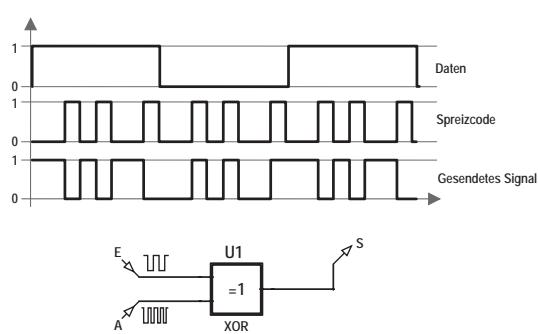
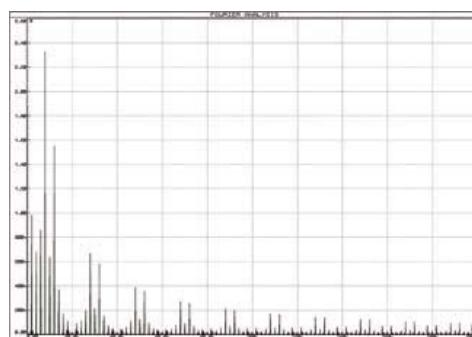
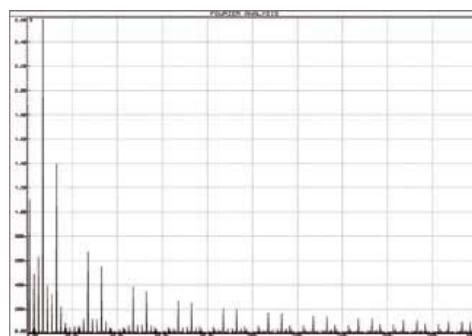

Bild 4. Das Prinzip von DSSS.
Bild 8. Das Spektrum des Spreizcodes.
Bild 9. Das Spektrum des Sendesignals nach Spreizung.
des zu übertragenden numerischen Signals durch eine Folge (direct sequence) von  $n$  Bits ersetzt (**Bild 4**). Die Folge wird festgelegt durch Mischen des numerischen Nutzsignals mit einer binären Folge, dem *Spreizcode*. Diese Pseudozufallsfolge ist zwischen Sender und Empfänger verabredet. Bei dieser Technik ist die Bandbreite des übertragenen Signals  $n$ -mal so groß.
**Bild 8** zeigt das Spektrum des Spreizcodes. Man sieht deutlich, dass sich dieses bis auf Frequenzen über 200 kHz erstreckt.
Das Spektrum des Sendesignals nach Spreizung erscheint in **Bild 9**: Auch dieses erstreckt sich bis über 200 kHz. Das Spektrum ist weit gespreizt und erinnert sehr an ein Signal mit Rauschen.
Die Glaselektroden steckten im Griff dienenden Elektrodenhalter und waren an die mittleren beiden Buchsen angeschlossen (**Bild 4**). Ich traute mich allerdings nicht, das Gerät einzuschalten und auszuprobieren.
aber übereinander verbauten Spulen (**Bild 8**). Mit einer Spreizklammer zwischen den beiden Teilspulen, die mit dem Intensitätsregler gedreht wird, kann die Hochspannung in Grenzen eingestellt werden. Dazu greift die Spreizklammer einfach Windungen ab, ganz ähnlich wie bei einem Drahtpotentiometer oder einem Regeltrafo. Die Sekundärspule L3 befindet sich im Handstück (**Bild 4**) und wird über Steckkontakte an das Hauptgerät angeschlossen. L3 besteht aus nur zehn Windungen, die jedoch mit doppeltem Draht ausgeführt sind (**Bild 9**).